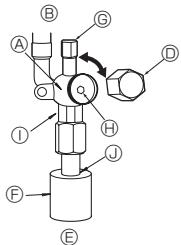

Fig. 4-5
- (1) Gas-/væskeside på ZM71 (Fig. 4-5)
- ① Fjern dækslet, og drej ventilspindlen mod uret så langt som muligt vha. en 4 mm sekskantet skruenøgle. Stop med at dreje, når den når stopperen (ø90,52: ca. 10 omgang).
- ② Kontroller, at stopventilen er helt åben, skub håndtaget ind og drej hætten tilbage til den oprindelige position.